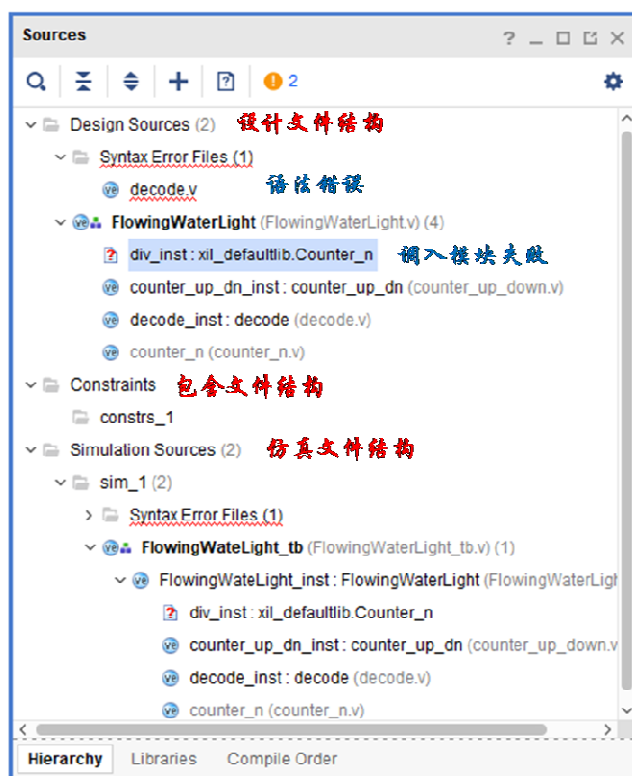

图 A4.30 设计文件的层次结构
导入文件后，Sources 窗口列出设计文件层次结构，如图 A4.30 所示。图中显示 decode.v 有语法错误。另外，实例名 div_inst 前的“？”表示调入分频器模块失败。
(1) 在图 A4.30 中，双击 decode.v 文件名。在打开的代码窗口中，如图 A4.31 所示，vivado 会在错误处用红色波浪下划线标记。很明显，只需代码的第 8 行逗号改为分号即可。
(2) 从图 A4.30 可明显看出，顶层 FlowingWaterLight 调用 Counter_n 模块失败。但文